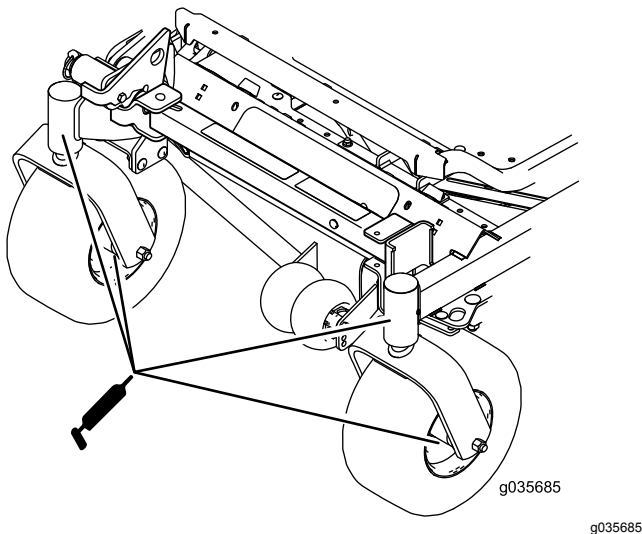

Figura 52
12. Instale o tampão hexagonal e o tampão antipoeira (Figura 52).